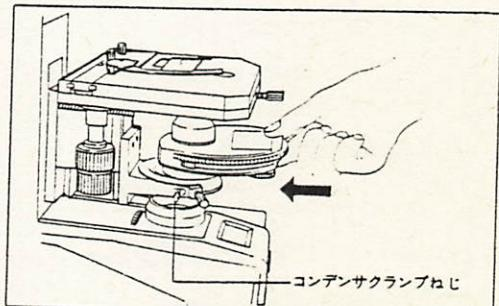

図8
2) ターレットコンデンサを図8のように、水平にコンデンサキャリアに押し込み、キャリアの溝にターレットコンデンサのピンをはめ込ませてから、クランプねじでしっかりと固定します。(ターレットを回転しても緩むことのないよう固定して下さい。)